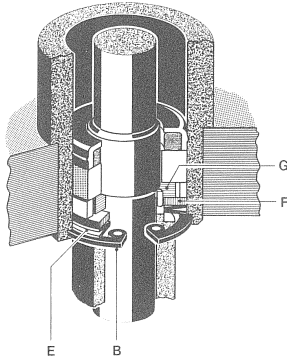

Fig. 4.4.-2
- Use special angled pliers to pull shaft lock A towards one side (fig. 4.4.-1). Proceed with caution, because the shaft lock is under high spring tension and will tend to fly off with force. Remove rotor by pulling it off the shaft.
- Retirez prudemment l'arrêt de sécurité A par le côté; attention à la détente (fig. 4.4.-1). Retirez le rotor du moteur de cabestan par le bas.
— Wird der Seegerring B herausgenommen, kann das Kunststoffstützlager ausgebaut werden (Fig. 4.4.-2).
— To remove the thrust bearing from its housing, remove spring clip B (fig. 4.4.-2). Take out cup washer E, low friction washer F and thrust bearing G.